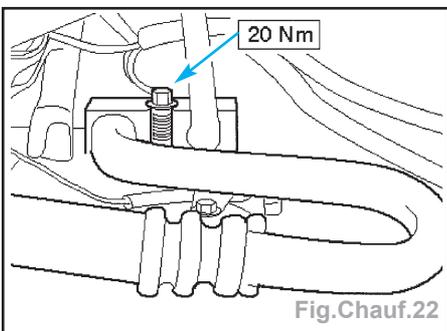

Fig.Chauf.22
- Déposer les canalisations de réfrigérant du compresseur de climatisation (moteur 1,3 illustré) (Fig.Chauf.22).